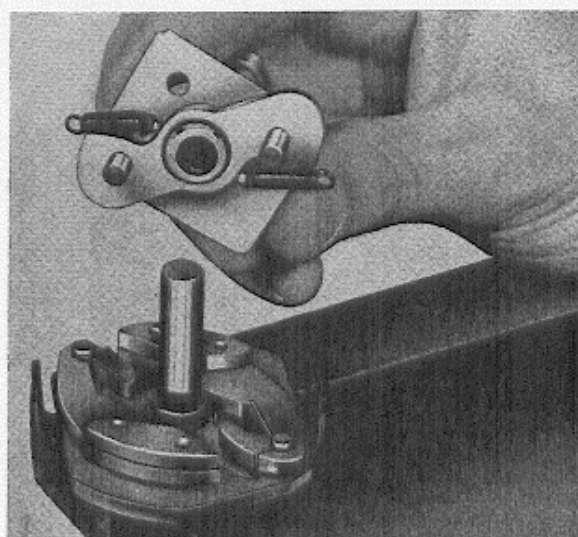

Abb. 72 Unterbrechernockenwelle einbauen
2. Den Unterbrechernocken schmieren und einbauen und danach die Federn anbringen. Abb. 72.